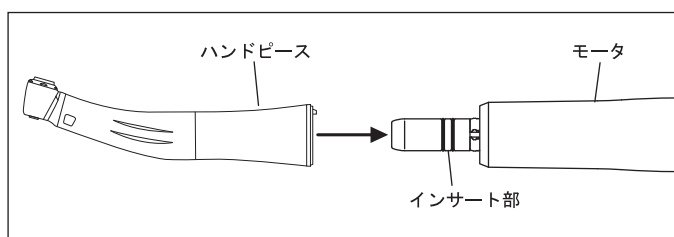
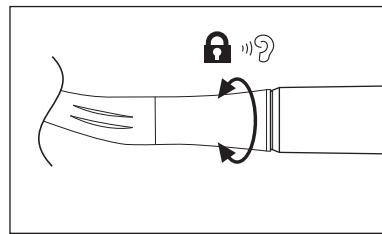

図1
図2
- ハンドピースをモータにまっすぐ挿し込み、ハンドピースを左右どちらかに「カチッ」と音がするまで回してロックします。（図1、図2）